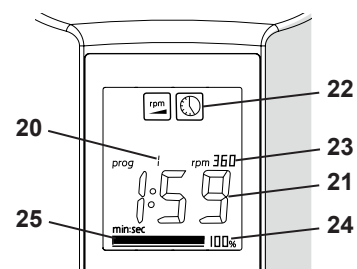
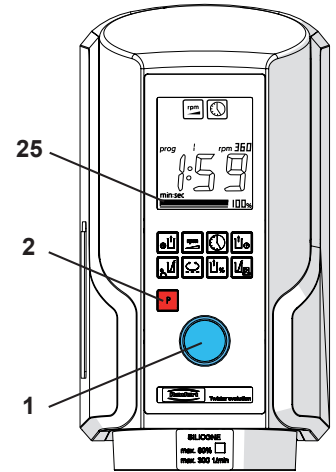

Bild 7
Bild 8
- ⇒ Tryck på programknapp "P" (2).
- ⇒ Välj program genom att vrida på styrknappen (1).
- ◆ Det valda programmet visas (bild 7):
- ⇒ Anslut bågaren (15) till apparaten.
- ⇒ Släpp inte förrän bågaren stannar av sig själv, vakuumstapeln är över halvvägs (25, bild 8)!